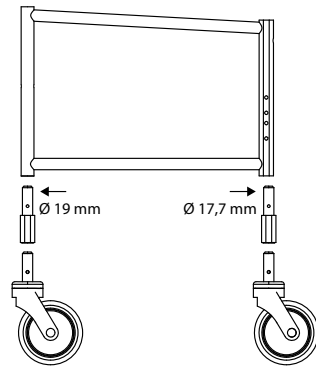

Abb.18
2. Setzen Sie die vier Höhenadapter zwischen Rahmen und Lenkrolle ein und verschrauben diese mit dem Rahmen (Abb. 18).